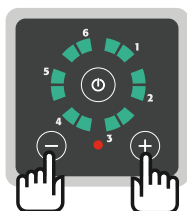

Fig. 9: Bedieningstoetsen + en -
7. Druk tegelijkertijd de bedieningstoetsen "+" en "-" gedurende 5 seconden in (Fig. 9).